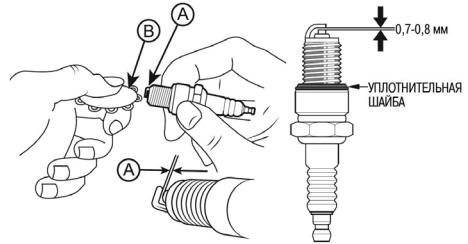

Рис. 24. Обслуживание свечи зажигания
4. Измерьте зазор А между электродами свечи зажигания специальным щупом В. Зазор должен быть 0,7-0,8 мм (Рис. 24). При увеличении или уменьшении требуемого зазора, рекомендуется заменить свечу, так как регулировка зазора может привести к изменению качества искрообразования.